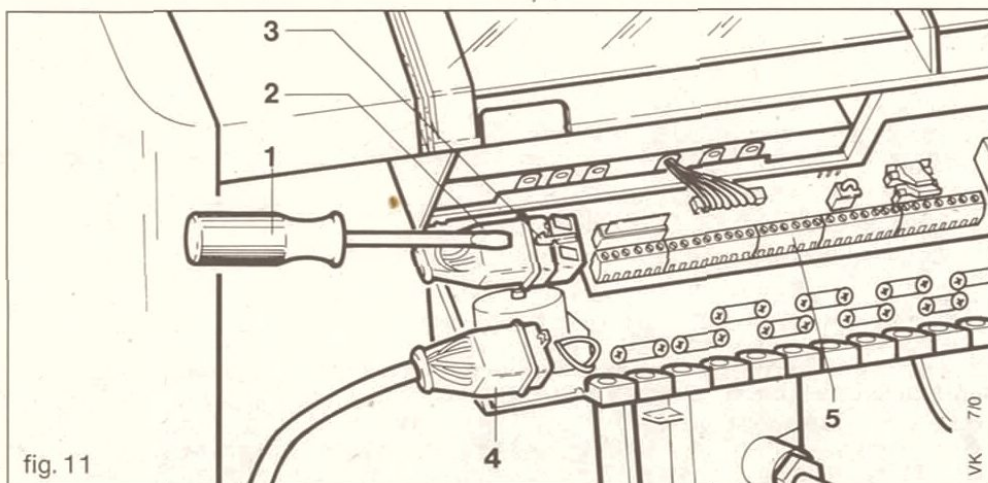

fig. 11
- Sfilare il cartone di protezione dello zoccolo di cabiaggio (4). Leggere con attenzione le mdicazioni nportate sul cartone!
- Per l'installazione di una centralina VRC-Set MBW togliere i distanziali (5) posizionati al di sotto della piastrina (4).
- Per il cablaggio di allacciamento è possibile estrarre la piastrina dallo zoccolo (4).
- Inserire la centralina (1) nell'apertura di montaggio, innestarla nello zoccolo ed awitarla con la vite centrale (2): in tal modo la centralina viene fissata nella posizione di funzionamento.
- Sostituire il codificatore ad innesto (6) con quello previsto per il modello di centralina instaliato (in dotazione alla VRC-Set...). Conservare il codificatore di serie per il possibile funzionamento del riscaldamento senza l'impiego della centralina.
7.3.2 Collegamento boiler ad accumulo VIH... (fig. 11)